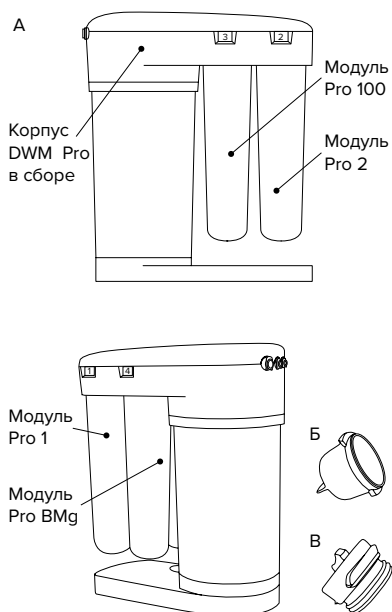

Рис. 1
1. Корпус DWM Pro (рис. 1) состоит из верхней плиты с коллекторами для подсоединения сменных фильтрующих модулей, блока гидроавтоматики, основания, обеспечивающего устойчивость DWM Pro. Верхняя плита закрыта декоративной крышкой, закрепленной пластиковыми фиксаторами. Важной деталью корпуса DWM Pro является накопительный бак для чистой воды. Так как производительность обратноосмотической мембраны невелика (зависит от типа мембраны, температуры воды, давления в водопроводе), вода после мембраны поступает в накопительный бак для того чтобы Вы могли пользоваться чистой водой в любой момент и в необходимых количествах.